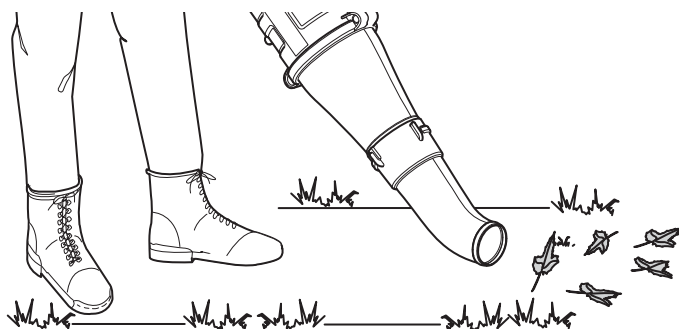

Fig. 8
- Use la boquilla para los lugares difíciles de alcanzar, como los rincones de un garaje, o para controlar el polvo en un entorno polvoriento (Fig. 8).